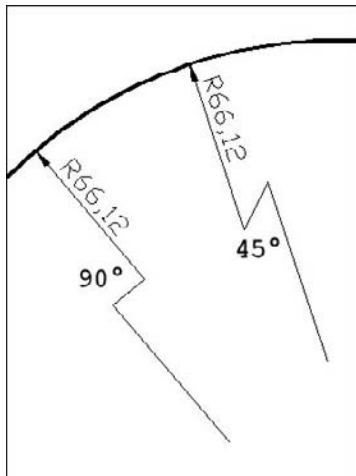

Fig.9.9
- Dans la section **Raccourcissement de la cote du rayon** (Radiusdimension jog), entrer la valeur de l'angle de la cote raccourcie dans le champ **Angle de raccourcissement** (Jog angle) (fig.9.9).